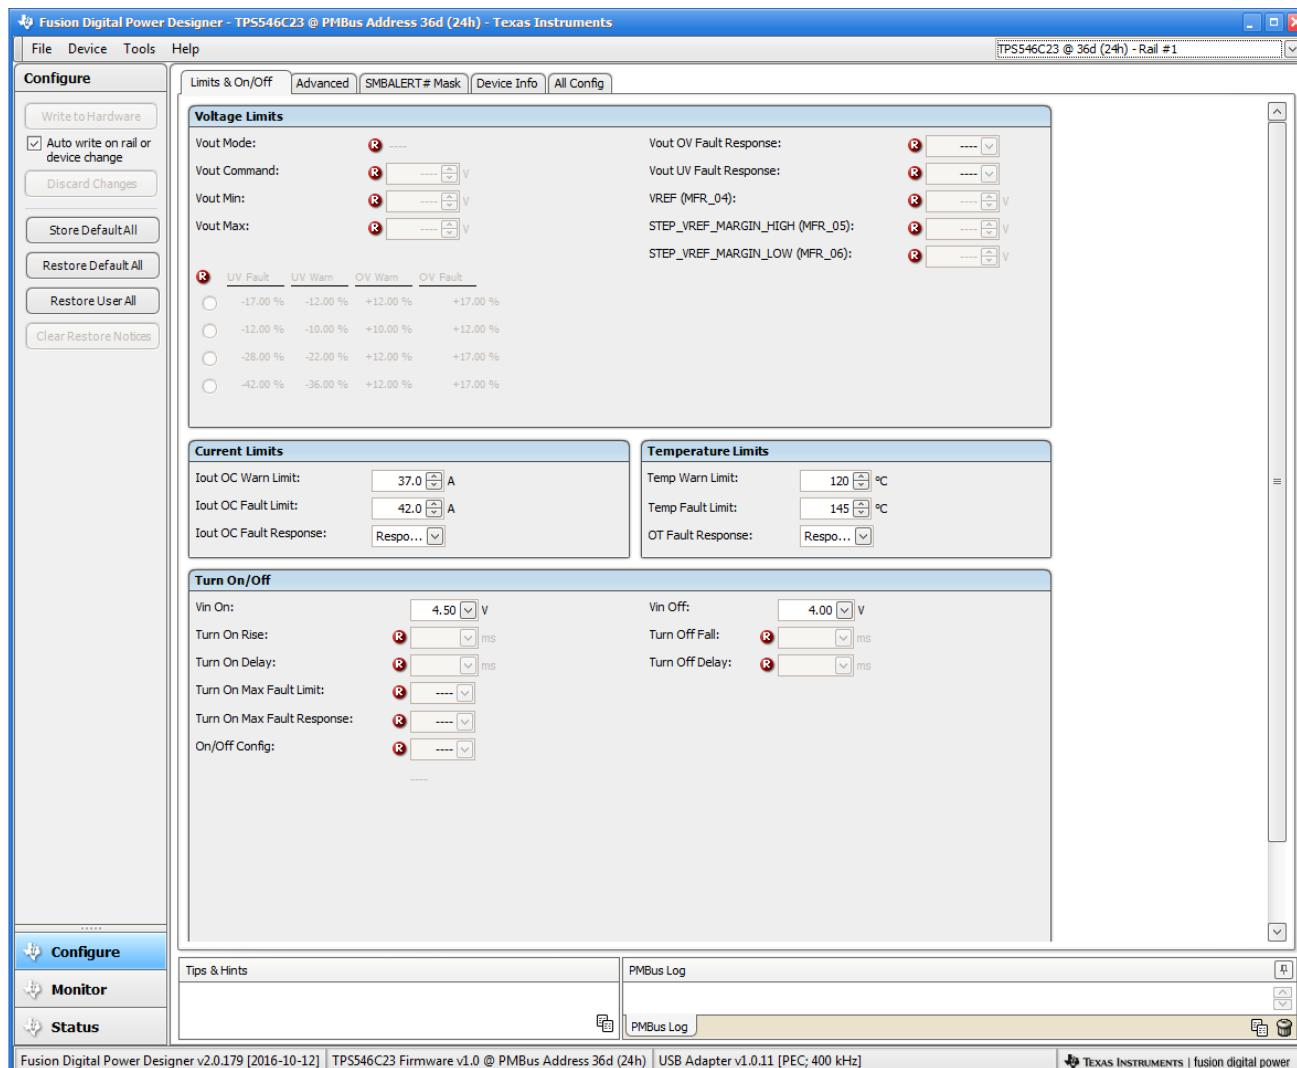

图 10-2. 配置 - 的限制和开/关
- 使用 **Limits & On/Off** 选项卡 ( 图 10-2 ) 配置以下各项 :